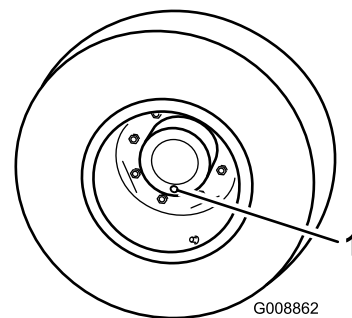

Рисунок 82
1. Поставив машину на ровную поверхность, расположите колесо так, чтобы одна контрольная пробка находилась в самом нижнем положении («6 часов») (Рисунок 82).